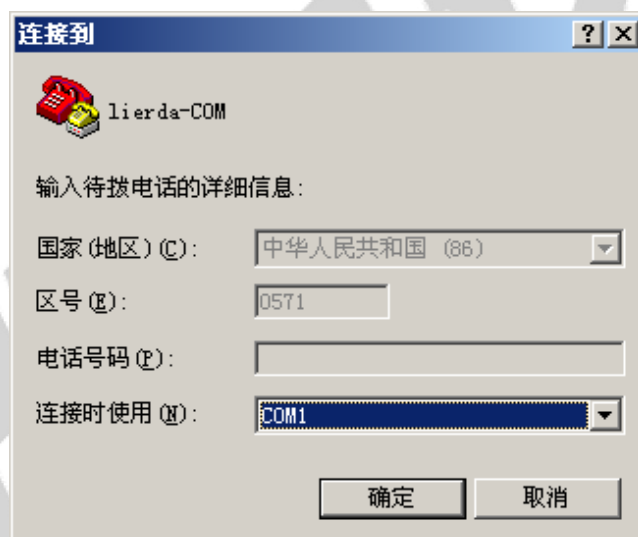

图 7.5 串口连接终端 2
②在弹出的对话框中，连接时使用下拉菜单中选中 COM1，点确定，如图 7.5 所示：